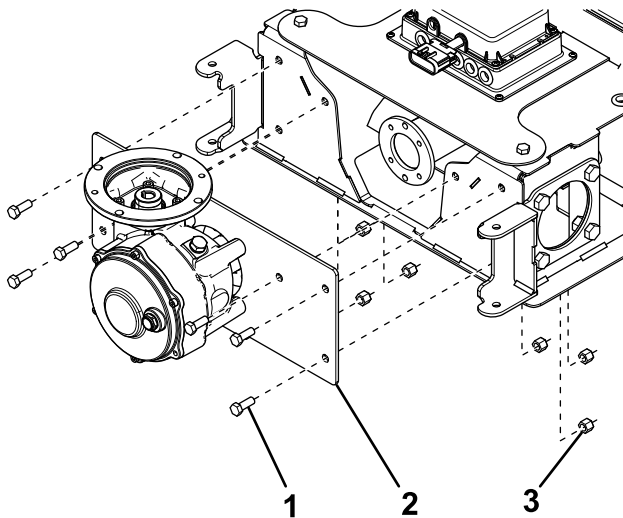

**Bild 6**
- Befestigen Sie das Getriebe mit vier Schrauben ( $\frac{1}{2}$ " x 1") und vier Sicherungsscheiben ( $\frac{1}{2}$ ") an der Befestigungsplatte, wie in Bild 6 abgebildet.